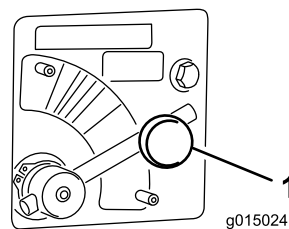

Figura 45
1. Desaperte o manipulador que prende a alavanca da válvula do rotor (Figura 45).
2. Rode a alavanca da válvula do rotor (Figura 45) para a cor desejada (amarelo, neste exemplo).
1. Mova a alavanca da válvula do rotor para a secção **Azul** (MAX SPEED) (Figura 45). A alavanca, quando totalmente rodada, deve estar na horizontal.